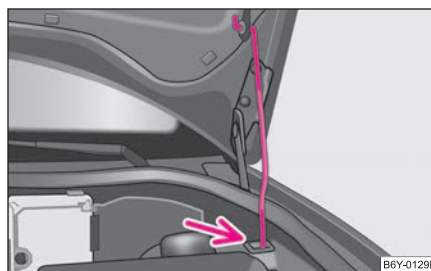

Fig. 140 Fixation du capot-moteur avec appui du capot
- Sortez l'appui du capot de son support et mettez-le dans l'ouverture prévue à cet effet ⇒ page 156, fig. 140.